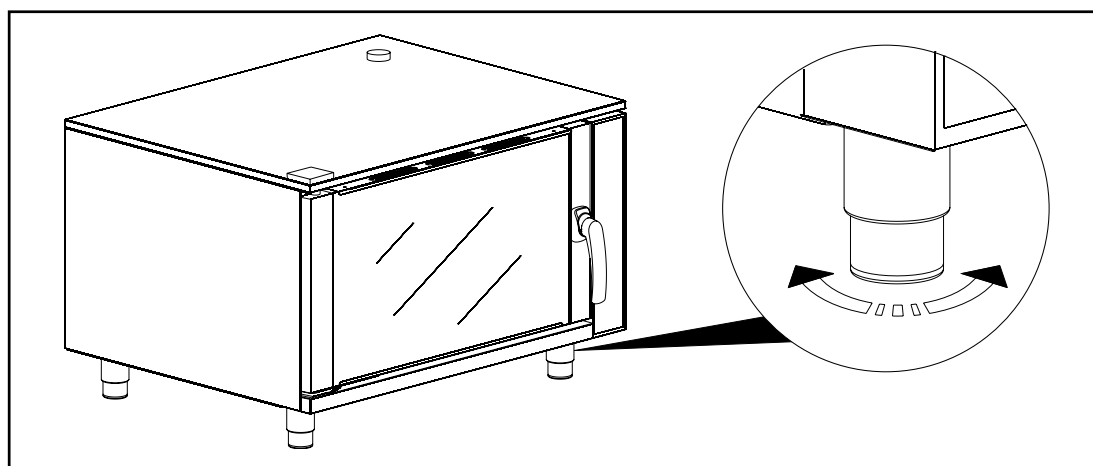

Abb. 4
- Während der Installation auf der Werkbank, den Ofen flach legen und dabei auf die einstellbaren Füße einwirken (siehe Abbildung 4).